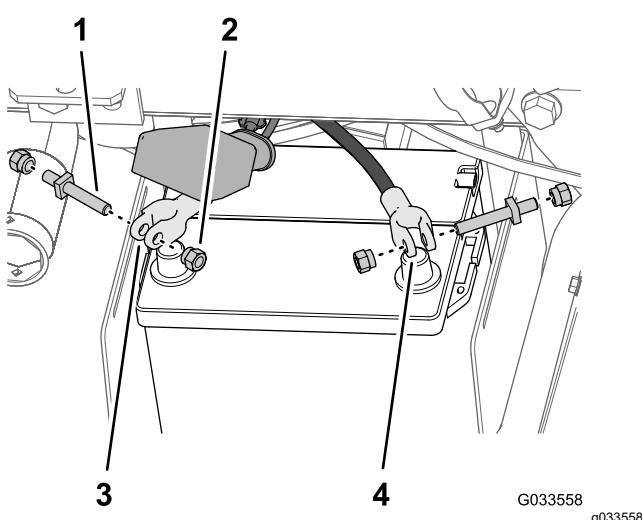

Figura 28
5. Ensamble provisionalmente un perno de terminal y una tuerca de abrazadera en las abrazaderas de los cables de batería positivo y negativo (Figura 28).